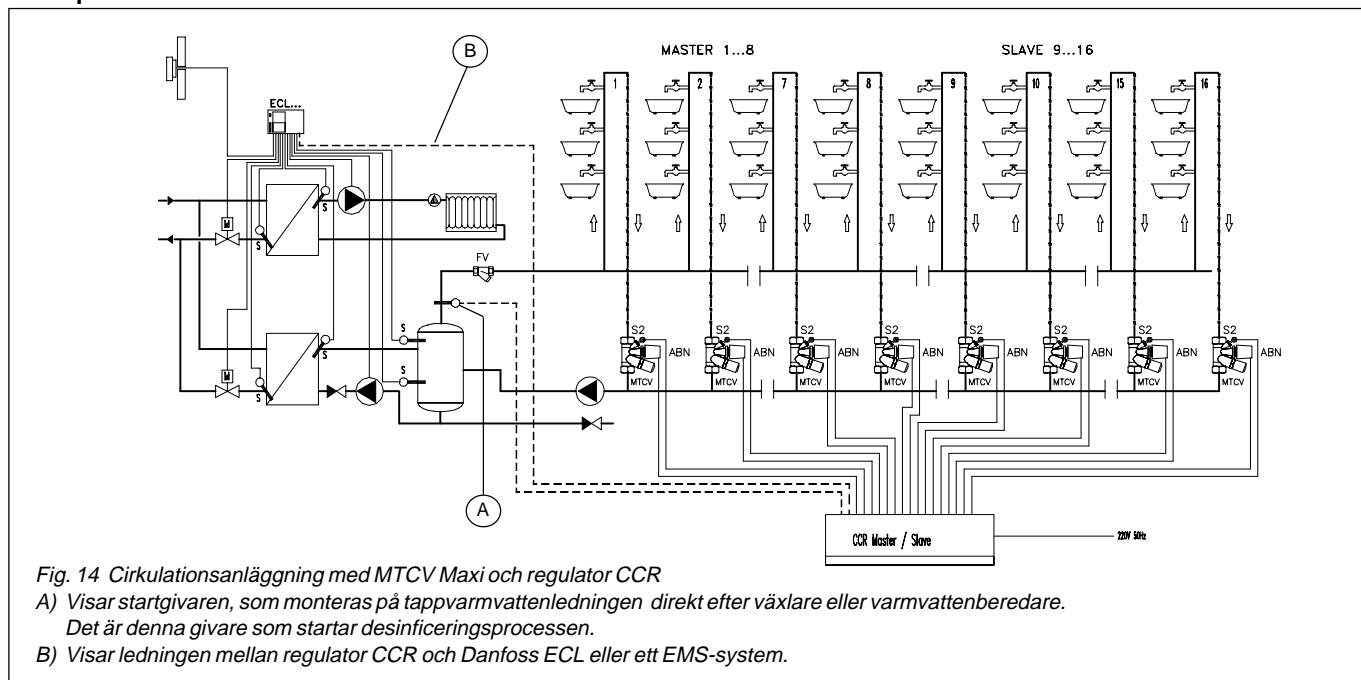

Fig. 14 Cirkulationsanläggning med MTCV Maxi och regulator CCR
När desinficeringen startar skickas en signal till CCR-mastern. Signalen kommer från en temperaturgivare, (A) placerad enligt princip-schemat i fig. 14.